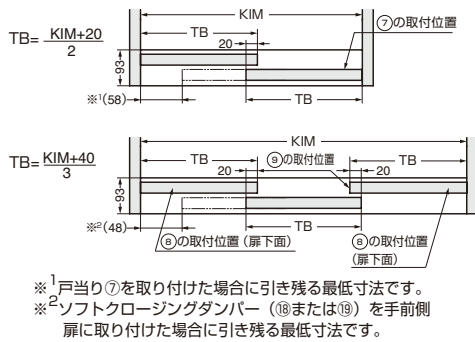

図 1-2
- (1)図1-2の中の“TB”の文字は、扉の幅を表しています。
- (2)扉幅は、扉が閉じたときの戸先がキャビネットの側の外側から、2 mm 内側で止まる場合で設定してあります。
- (3)2枚引戸のとき (図 1-2 上)
- (4)3枚引戸のとき (図 1-2 下)